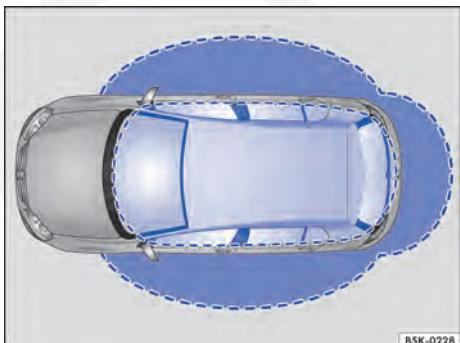

Fig. 26 Sistema de travamento e de partida Keyless Access sem chave: áreas de aproximação.
Keyless Access é um sistema de travamento e de partida sem chave, com o qual o veículo pode ser destravado e travado sem o uso efetivo da chave do veículo. Para isso, é necessário que apenas uma chave do veículo válida esteja na área de aproximação ⇒ Fig. 26 do veículo e que uma superfície dos sensores nas maçanetas das portas dianteiras ⇒ Fig. 27 seja tocada, ou o logo Volkswagen da tampa do compartimento de bagagem ⇒ Página 53 seja acionado ⇒ ①.
Se houver uma chave do veículo válida numa área de aproximação ⇒ Fig. 26, o sistema de travamento e de partida sem chave Keyless Access atribui uma autorização de acesso a essa chave assim que a superfície do sensor da maçaneta da porta do condutor ou do passageiro dianteiro for tocada ou o logo Volkswagen da tampa do compartimento de bagagem for tocado. Em seguida, são possíveis as seguintes funções sem o uso efetivo da chave do veículo:
Quando o veículo está travado e uma chave do veículo válida se encontra na área de aproximação ⇒ Fig. 26 da tampa do compartimento de bagagem, esta destrava automaticamente ao ser aberta.